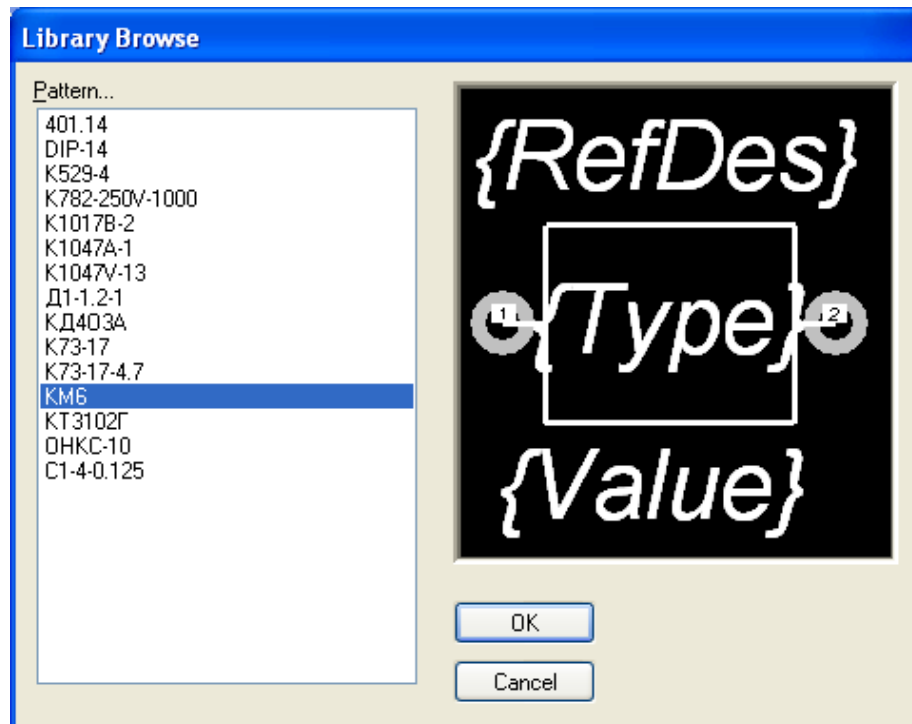

Рисунок 3.31 - Выбор ПМ конденсатора **KM6**
- В окне **Component Information** нажать кнопку **Select Pattern** и в появившемся окне **Library Browse** выбрать посадочное место конденсатора **KM6**. В списке имеющихся посадочных мест выбрать «**KM6**» (рис. 3.31). Нажать кнопку **OK**.